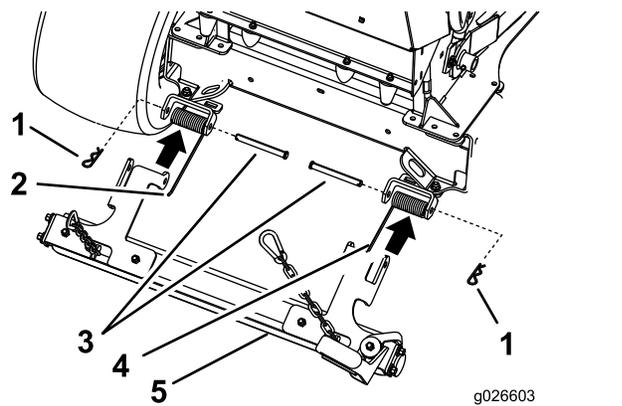

Figure 4
- Placez l'ensemble rouleau traceur dans les pattes de montage (Figure 4).
- Insérez l'axe de chape dans la patte de montage, le support de rouleau et le ressort, et fixez-le avec la goupille fendue (Figure 4).